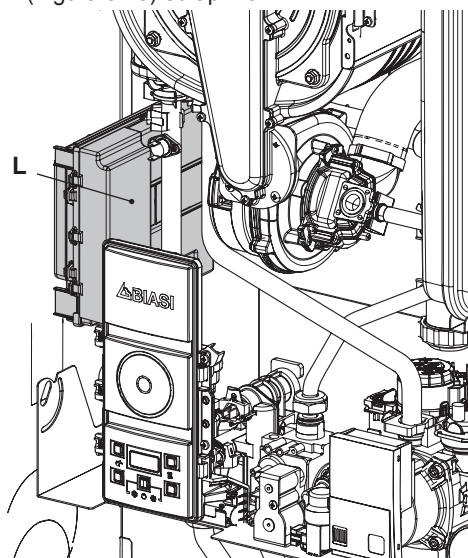

Figura 5.18
- Individuare il coperchio copri morsettiera L (Figura 5.18) ed aprirlo.